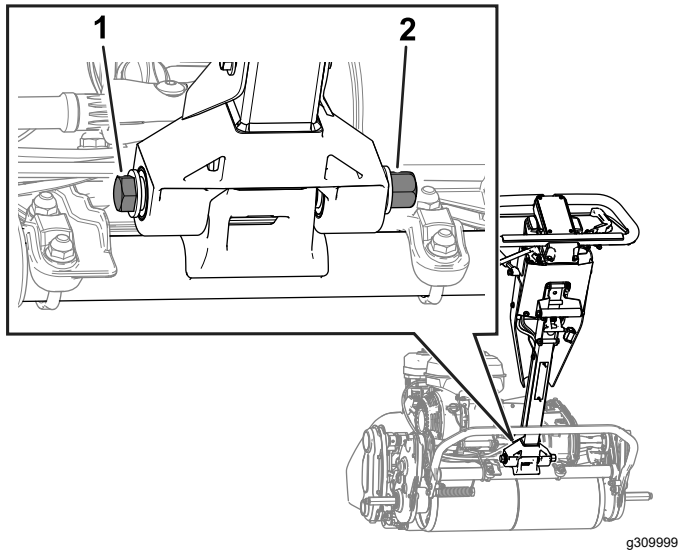

Figura 37
- Afloje el perno y la tuerca, como se muestra en la Figura 37.